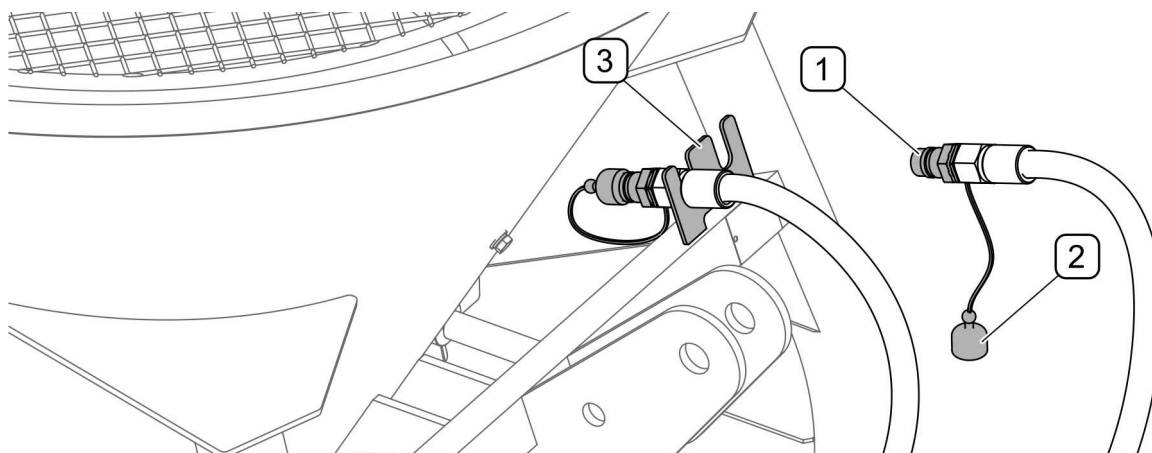

FIGURA 4.9 Protección de los conectores de acoplamiento rápido hidráulico
- Desconectar del tractor los conectores de las mangueras del sistema hidráulico, asegurarlos con tapones y colocarlos en el soporte especial (FIGURA 4.9) del chasis *(aplicable a máquinas con accionamiento hidráulico)*.